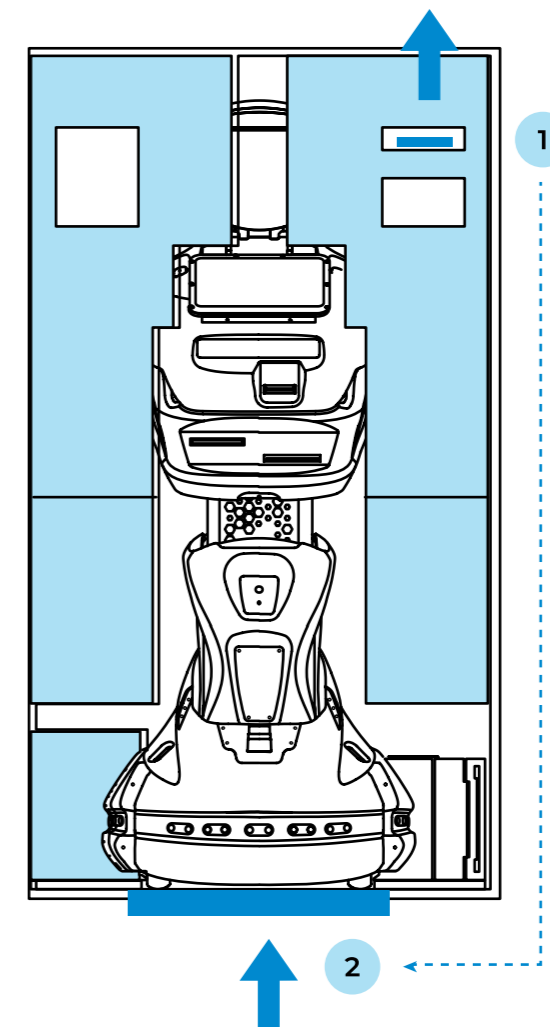

Рисунок 5.8. Металлическая подставка в ложементе внутри кофра
5. Вытащите металлическую подставку из ложеента и положите ее на профиль кофра для удобства извлечения робота (рис. 5.8).